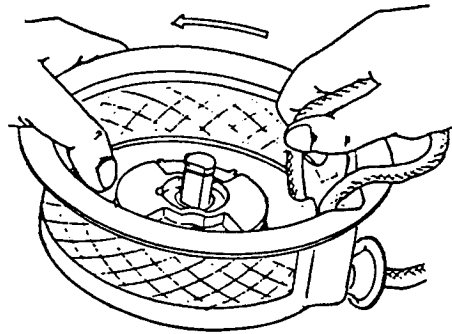

Fig 12-6
- (3) スタータ ケースに リールを 挿入する 前に Fig 12-6 の 矢印の 方向に スタート ロープを リールに 巻き、2.5 巻目を リールの 切欠き部 から 出し、 スタータ ケースの ゼンマイ フック部 に ゼンマイの 内端部を 合わせながら リールを スタータ ケース内 に 確実に 組込んで 下さい。
次に Fig 12-6 の 様に スタート ロープを 持って 矢印の 方向に リールを 4 回 巻いて 下さい。 巻き 終わったら 逆転 しない 様に しっかりと リールを 押え、 始動 ノブを 引き 巻込み に 利用した スタート ロープを スタータ ケースの 外に 引出し、 ゆっくり と 始動 ノブを 戻して 下さい。